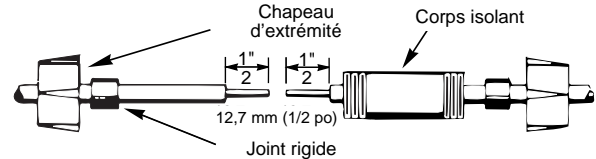

Figure 7 – Fils prêts à raccorder
- Dévisser les chapeaux en plastique des isolants. Placer un chapeau et une gaine néoprène sur chaque fil à raccorder (voir Fig. 7).
- Faire glisser l'extrémité d'un fil dans la protection isolante (Fig. 7).